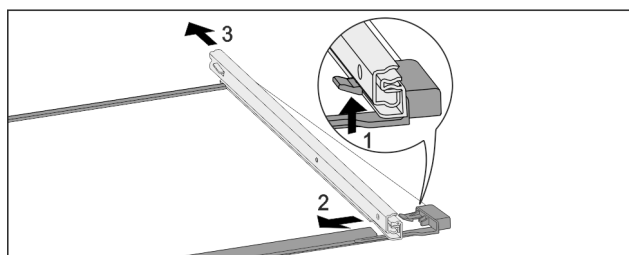

Fig. 77 Стъклена плоча с релси
- ▶ Натиснете нагоре предните фиксиращи палци. Fig. 77 (1)
- ▶ Плъзнете изтеглящата релса настрани Fig. 77 (2) и назад Fig. 77 (3).